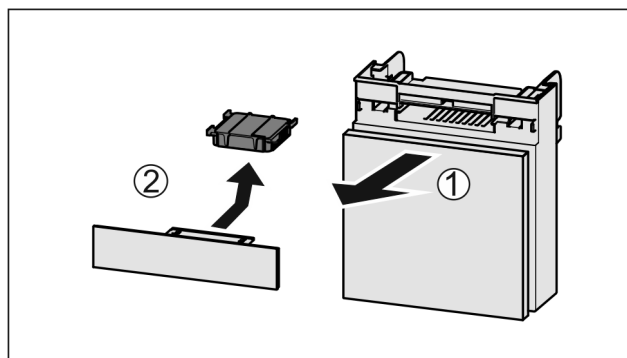

Fig. 212
- Vedä lokero etukautta pois Fig. 212 (1).
- Poista aktiivihiilisuodatin Fig. 212 (2).